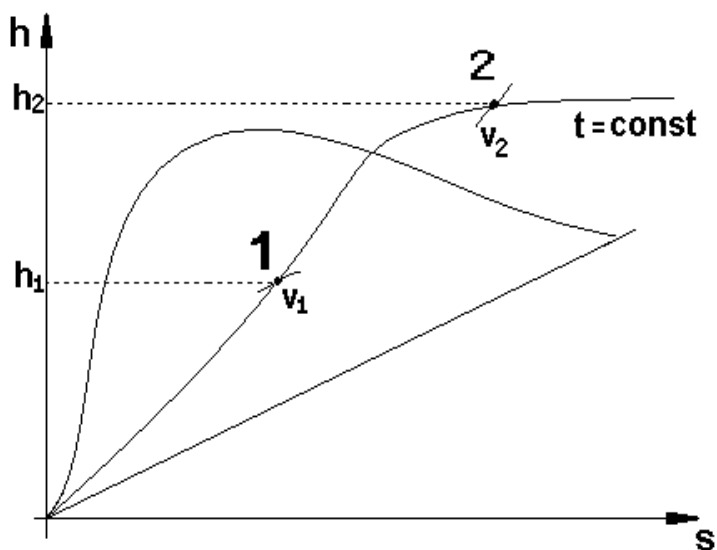

Рисунок 11 – Изображение изотермического процесса на  $hs$ -диаграмме
**Изотермический процесс** ( $T = \text{const}$ ). На рис. 11 изображен изотермический процесс на  $hs$ -диаграмме.